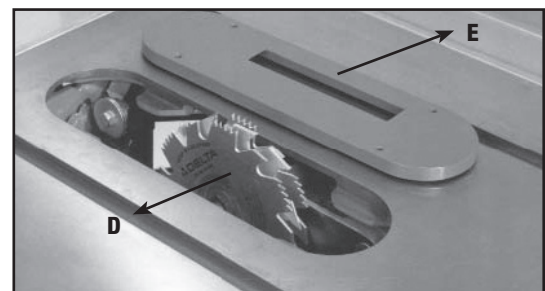

Fig. 47
2. Fixe a fresa para ranhura (D) Fig. 47 no eixo da serra.
O INSERTO DE BANCADA DO CONJUNTO DA FRESA PARA RANHURAR (E) FIG. 47 DEVE SER USADO NO LUGAR DO INSERTO DE BANCADA PADRÃO. ELE ESTÁ DISPONÍVEL COMO PEÇA DE SERVIÇO NOS CENTRO DE SERVIÇO DA BLACK & DECKER.